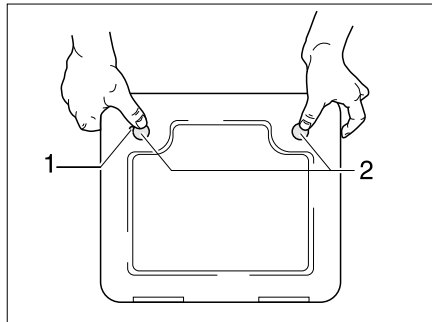

Fig. 370 Portillon pour la toilette à cassette
- Ouvrir le portillon pour la cassette à l'extérieur du véhicule. Insérer pour cela la clé dans le barillet du verrou de pression (Fig. 370,1) et la tourner d'un quart de tour.
- Appuyer du pouce et simultanément sur les deux verrous de pression (Fig. 370,2) et ouvrir le portillon pour la cassette.